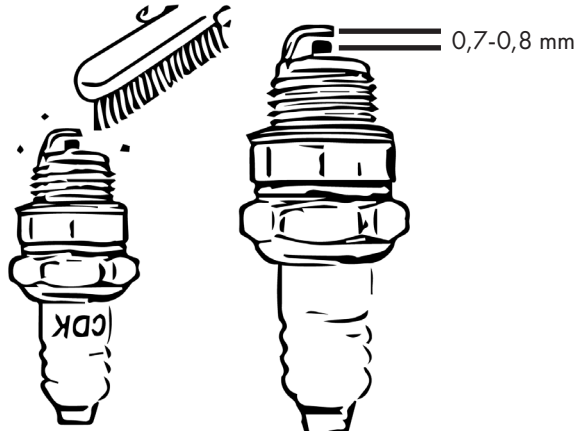

Bild 28
- Avlägsna avlagringar på tändstiftet. Se bild 28.
- Ställ in elektrodavståndet till ett målvärde på 0,7-0,8 mm. Se bild 28.